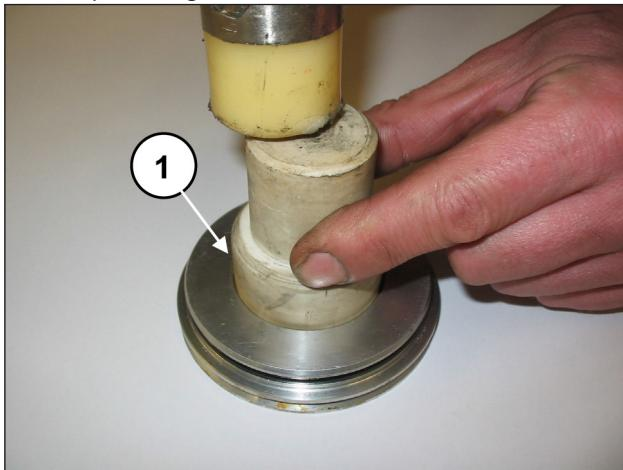

Fig. 5
Estrarre l'anello di tenuta radiale (pos. ①, Fig. 5) e l'O-ring esterno (pos. ①, Fig. 6).